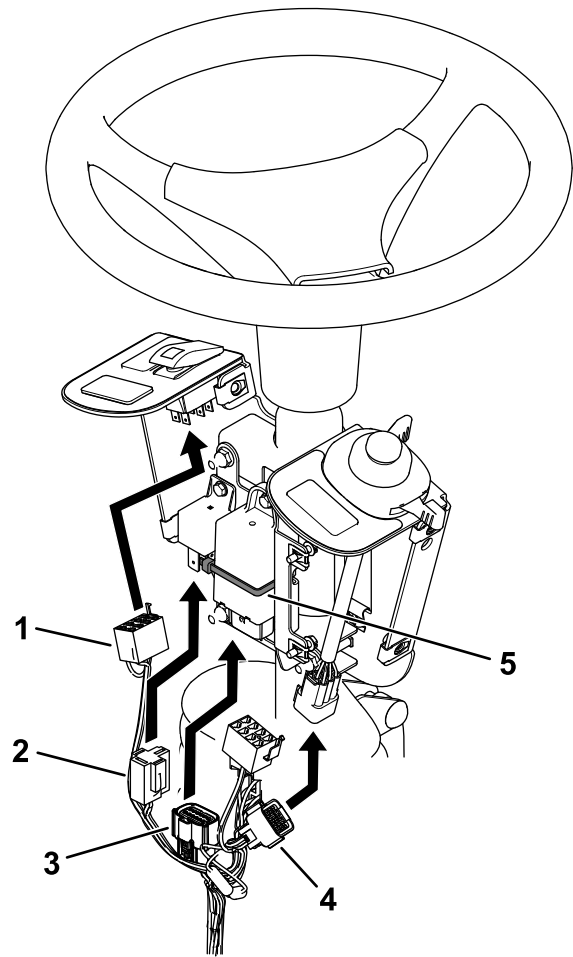

Figura 8
- 5. Asigurați unitatea de semnalizare cu ajutorul unui colier de cablu (Figura 8).
- 6. Conectați cablajul la întrerupătorul basculant și la comutatorul multifuncțional (Figura 8).
- 7. Conectați cablajul la releu și la unitatea de semnalizare (Figura 8).